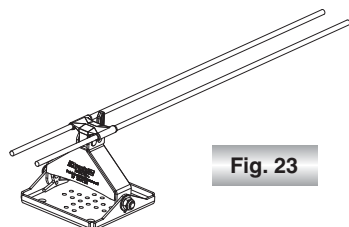

Fig. 23
- 1) Infilare l'estremità dei due cavi nel secondo ancoraggio d'estremità Fig 23. Se necessario, tagliare i cavi a circa un metro oltre il secondo ancoraggio d'estremità.